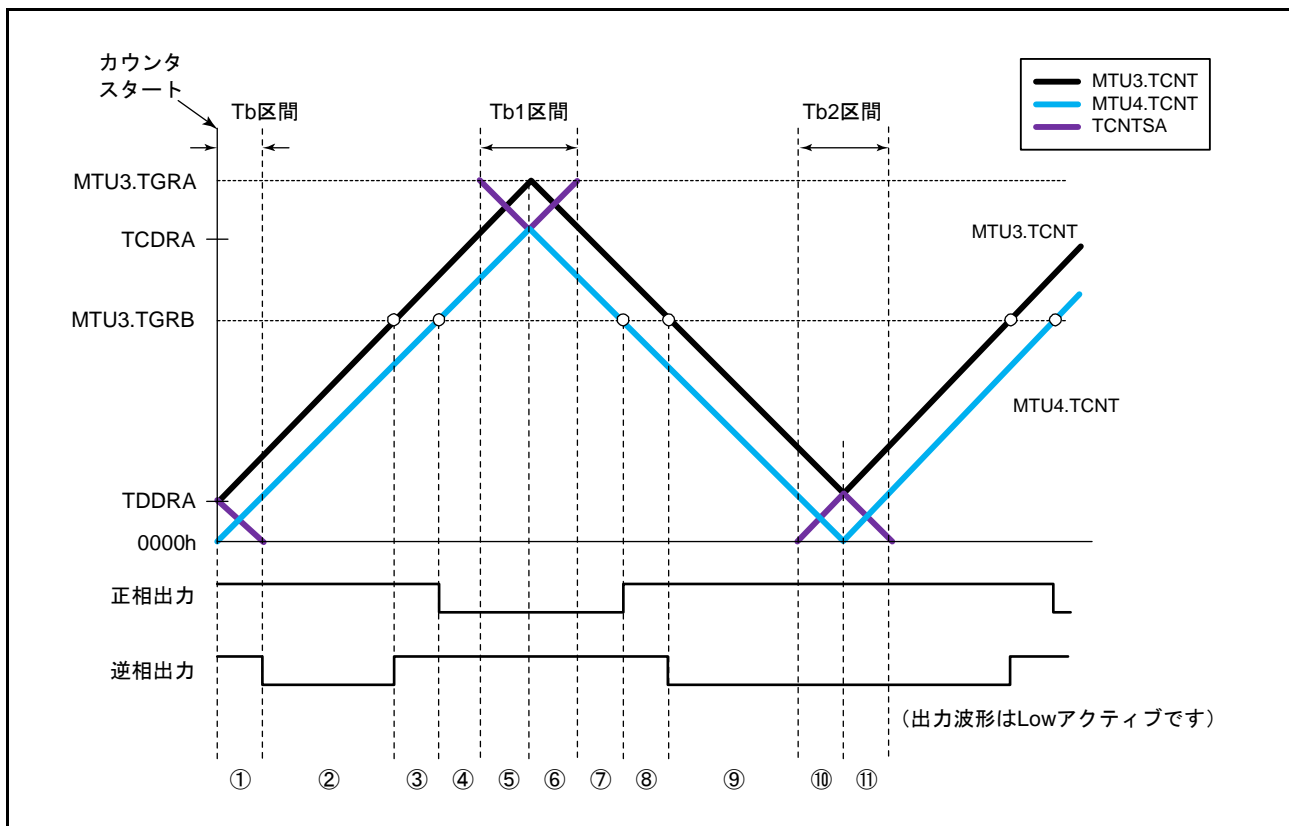
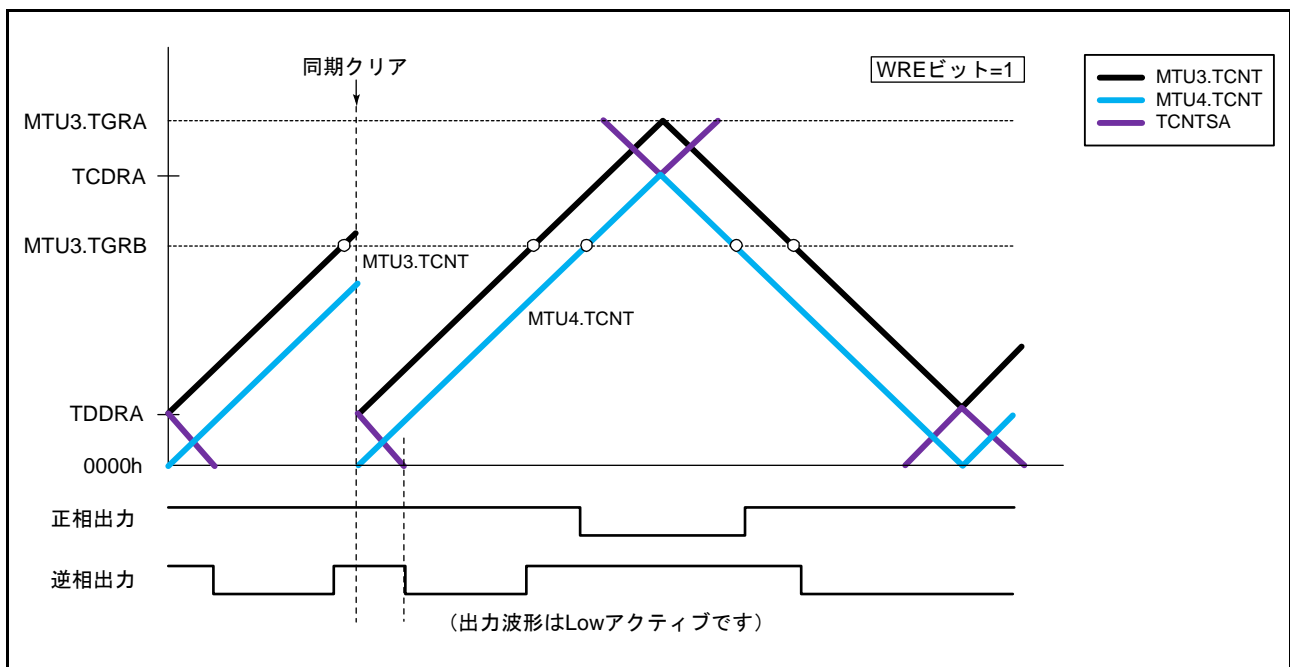
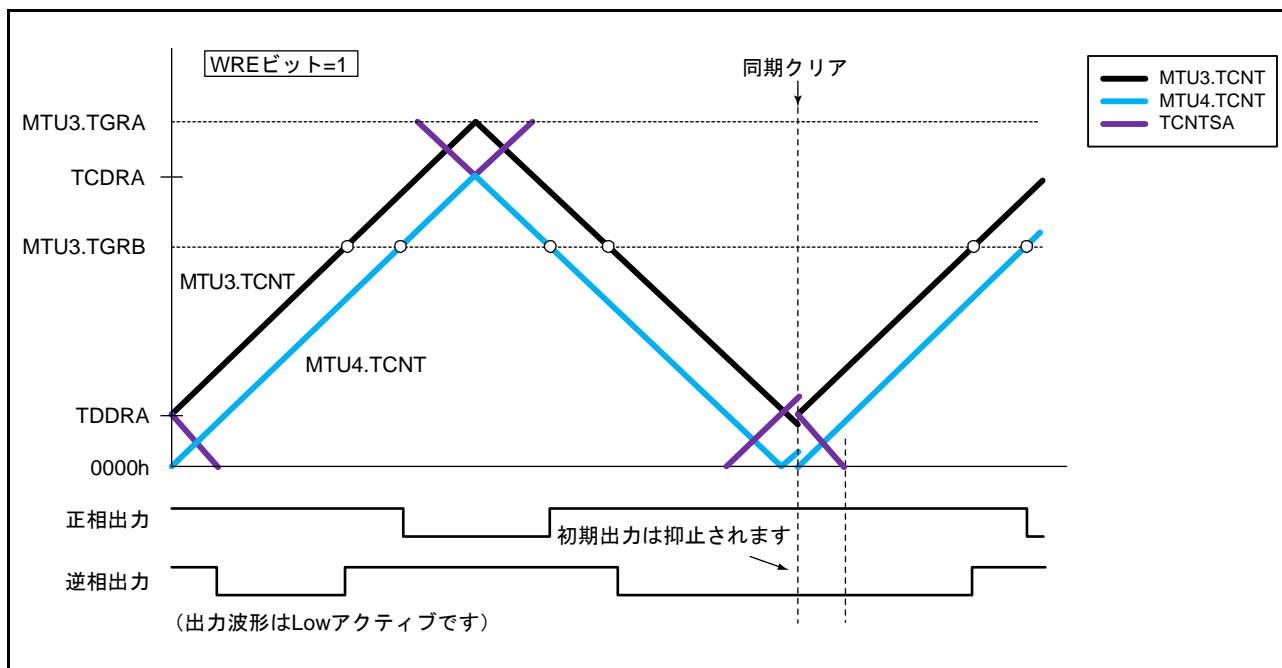

図 20.63 同期カウンタクリアタイミング (MTU3, MTU4)
図 20.65 アップカウント中のデッドタイム時に同期クリアが発生した場合 (図 20.63 のタイミング③、TWCRA レジスタの WRE ビット = 1)
図 20.68 Tb2 区間で同期クリアが発生した場合
WRE ビットを“1”にすることで初期出力を抑止することができるのは、同期クリアが図 20.63 の⑩、⑪のような Tb2 区間に入って来たときのみです。それ以外のタイミングで同期クリアが起こった場合は、TOCR1A レジスタの OLSN ビット、OLSP ビットで設定した初期値が出力されます。また、Tb2 区間であっても、図 20.63 の①で示すカウンタスタート直後の初期出力期間で同期クリアが起こった場合には、初期出力の抑止は行いません。
図 20.65 ~ 図 20.68 に、TWCRA.WRE ビットを“1”にした状態で MTU3、MTU4 を相補 PWM 動作させ、同期カウンタクリアをした場合の動作例を示します。ここで、図 20.65 ~ 図 20.68 の同期カウンタクリアのタイミングは、それぞれ図 20.63 の③、⑥、⑧、⑪で示したタイミングです。
(図 20.63 のタイミング⑥、TWCRA レジスタの WRE ビット = 1)
(図 20.63 のタイミング⑧、TWCRA レジスタの WRE ビット = 1)
(図 20.63 のタイミング①、TWCRA レジスタの WRE ビット = 1)